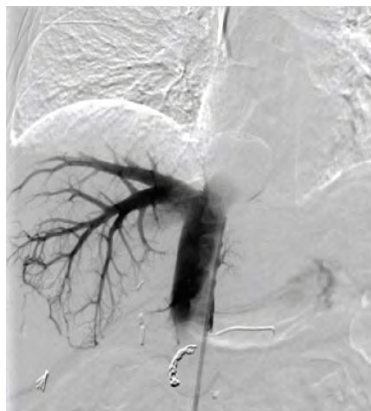

Figura 27
- (f) Con los globos inflados, realice una cavografía limitada (retrohepática) de la vena cava inferior (usando la técnica de angiografía por sustracción digital) a través de las fenestraciones. Antes de la inyección del medio de contraste, reduzca la velocidad de la bomba a 1000 RPM y cierre el circuito con la abrazadera. Inyecte un medio de contraste yodado a través del puerto de CONTRASTE para confirmar que el catéter aísla correctamente el flujo venoso hepático entre los globos. El globo cefálico debe ocluir la vena cava inferior justo por encima de la vena hepática más alta (la más cercana a la aurícula derecha), y el globo caudal debe ocluir la vena cava inferior justo por debajo de la vena hepática más baja (por encima de las venas renales), como se muestra en la imagen radiográfica de la figura 27.